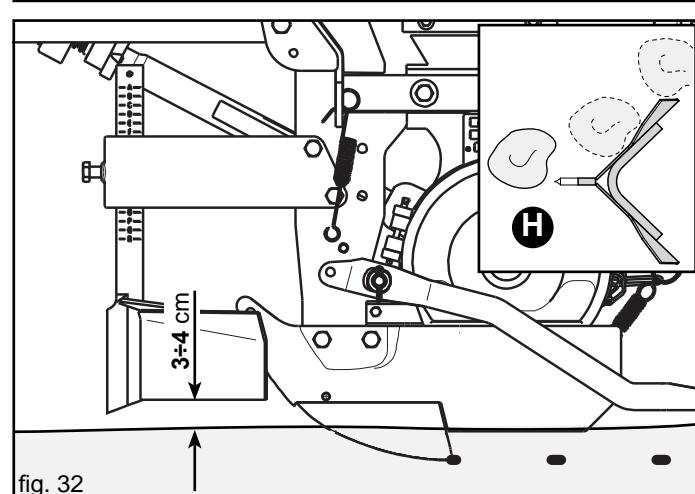

fig. 32
In una corretta ed omogenea semina, determinante è l'azione dello spartizolle anteriore, che permette di liberare dalla carreggiata delle ruote di profondità dell'elemento (1, Fig. 25), le zolle più grosse (H, Fig. 32), che potrebbero causare una irregolarità nella profondità di semina.
- Sul solo elemento esterno, abbassare lo spartizolle anteriore a 3-4 cm dal livello creato dalle ruote di profondità dell'elemento di semina (Fig. 32).